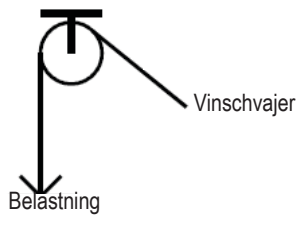

Bild 1a - Endelat lyftblock
- 1 person med en max. vikt på 140 kg (310 lbs) (inklusive kläder, verktyg och utrustning) vid användning med ett endelat lyftblock (se bild 1a) eller